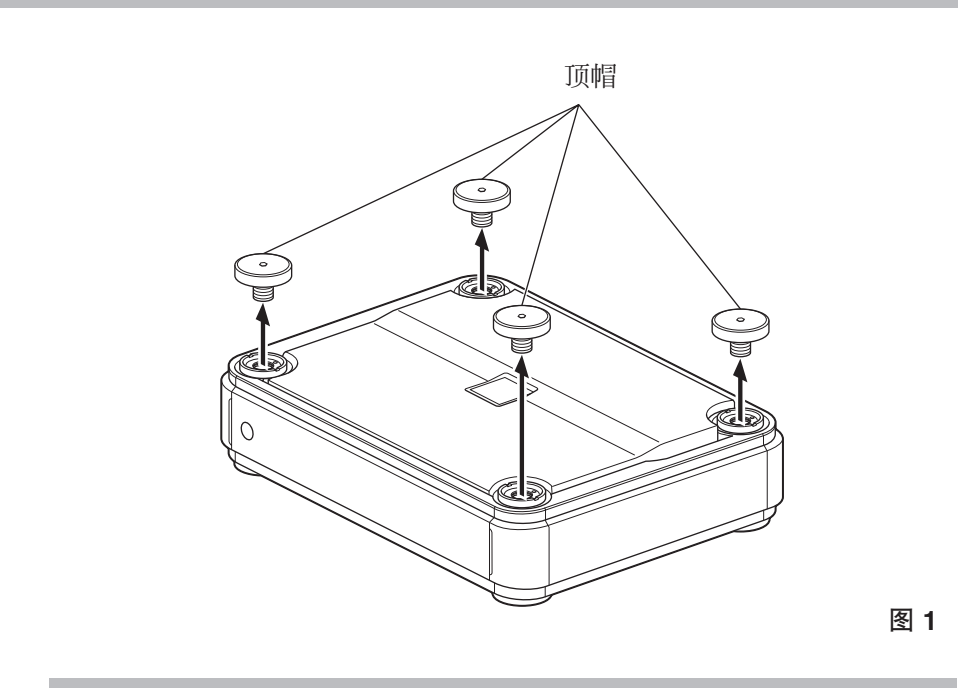
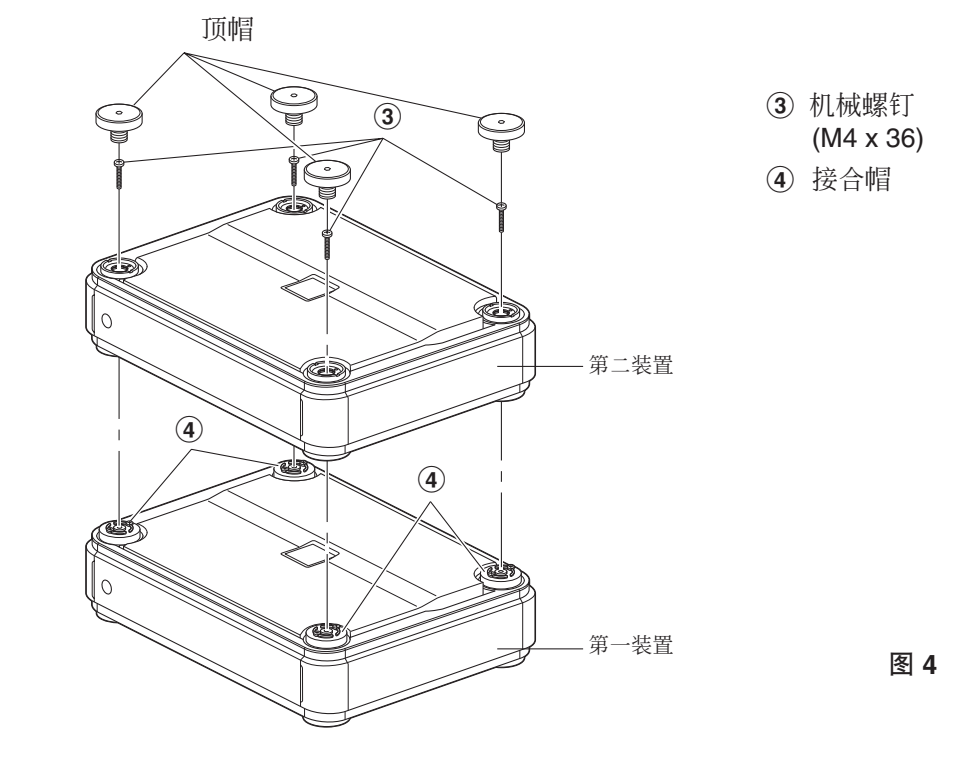

图 1
图 4
安装(图 1 - 图 4)
2. 用六角扳钳（大，附带）将四个角的顶帽移出。请参考图 1。
5. 将四个机械螺钉（M4 x 36，附带）从第二装置的顶部穿过插入到下面装置的四个接合帽里，使两个装置连接在一起。请参考图 4。